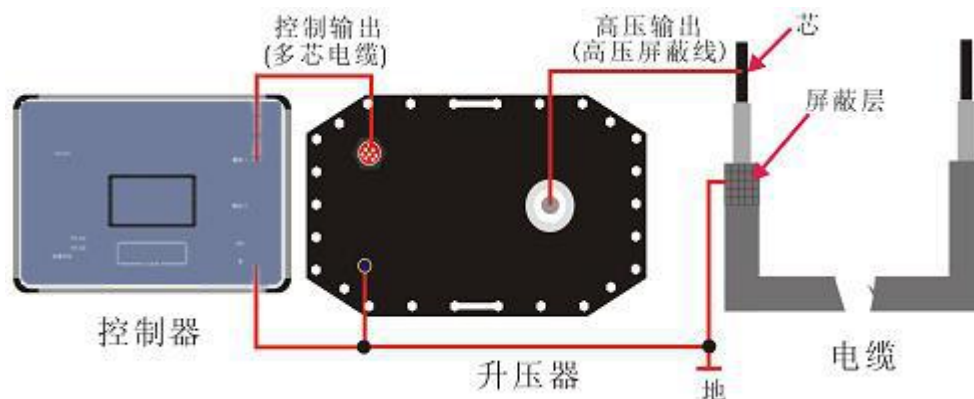

图13 单相测量连线图
6. 用随机附带的专用柔性连接电缆将试验设备与试品电缆按图13所示的方法相连接。合上电源，设定好试验频率、时间和电压以及高压侧的过流保护值、过压保护值，然后开始升压试验。升压过程应密切监视高压回路，监听试品电缆是否有异常响声。升至试验电压时，即开始记录试验时间并读取试验电压值。